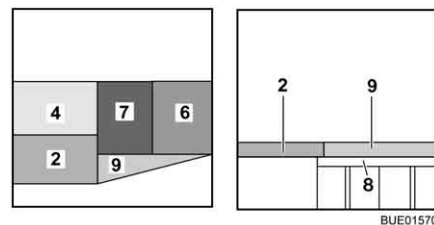

Fig. 155 Dopo la trasformazione
- Posizionare il cuscino del divano (Fig. 155,7) al centro.
- Posizionare il cuscino dello schienale (Fig. 155,6) tra il cuscino del divano (Fig. 155,7) e la parete.
- Posizionare il cuscino aggiuntivo (Fig. 155,9) sull'allargamento letto.